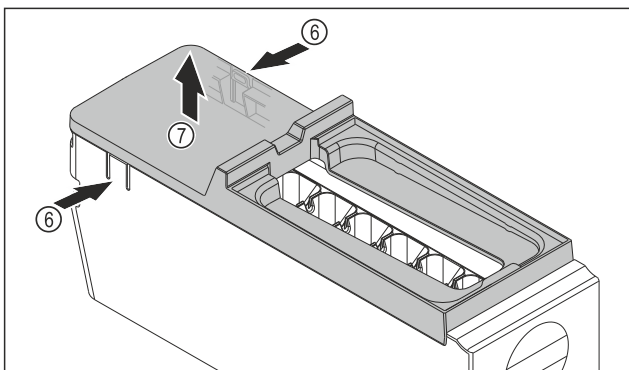

Fig. 142
- ▶ Abdeckung des EasyTwist-Ice-Korpus entnehmen: Laschen Fig. 142 (6) an den beiden Seiten des EasyTwist-Ice-Korpus mit einer Hand drücken.
- ▶ Abdeckung Fig. 142 (7) mit der anderen Hand nach oben entnehmen.